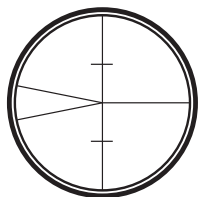

Fig. 3
1. Mettere a fuoco prima il reticolo (Fig. 3) puntando il cannocchiale verso uno sfondo chiaro, oppure tenendo un foglio bianco davanti alle lenti dell'obiettivo; quindi ruotare l'oculare fino a quando i contorni del reticolo appaiono nitidi.